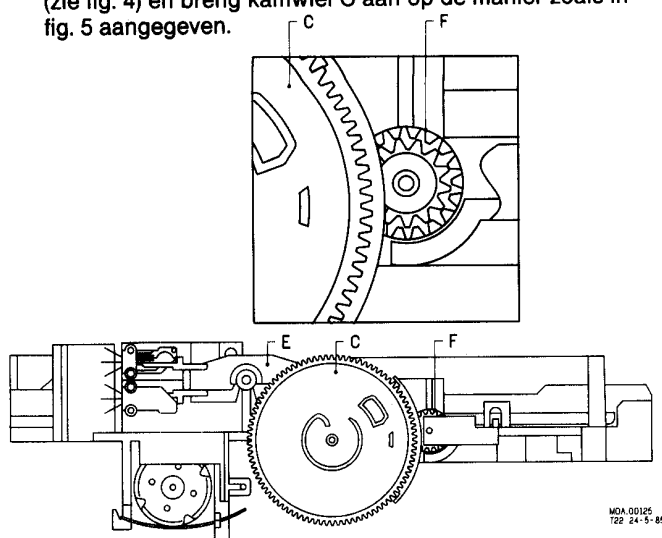

Fig. 5
- Zorg ervoor dat de opening in tandwiel F vertikaal staat (zie fig. 4) en breng kamwiel C aan op de manier zoals in fig. 5 aangegeven.